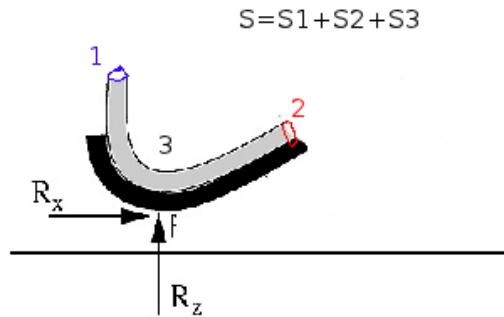

Figure 4 : volume de contrôle S .
2. On applique le théorème de la conservation de la quantité de mouvement en régime permanent sur un volume de contrôle délimité par la surface S (voir figure 4) :